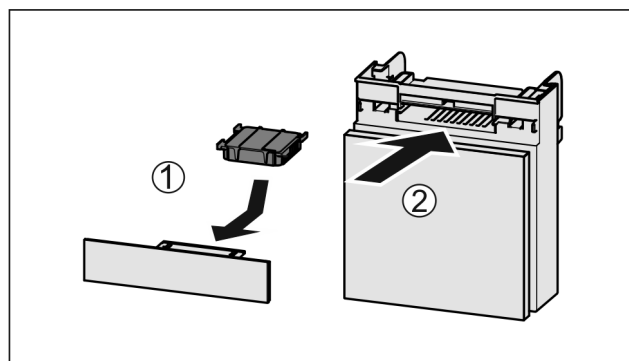

Fig. 57
- Установите фильтр с активированным углем, как показано на рисунке Fig. 57 (1).
- Вставьте отделение Fig. 57 (2).